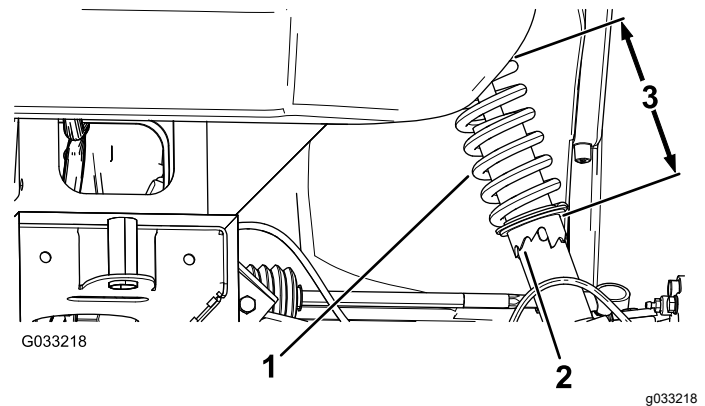

Bild 52
2. Wenn der Radsturz nicht richtig eingestellt ist, drehen Sie den Stellring am Stoßdämpfer mit einem Gabelschlüssel, um das Rad einzustellen (Bild 52).